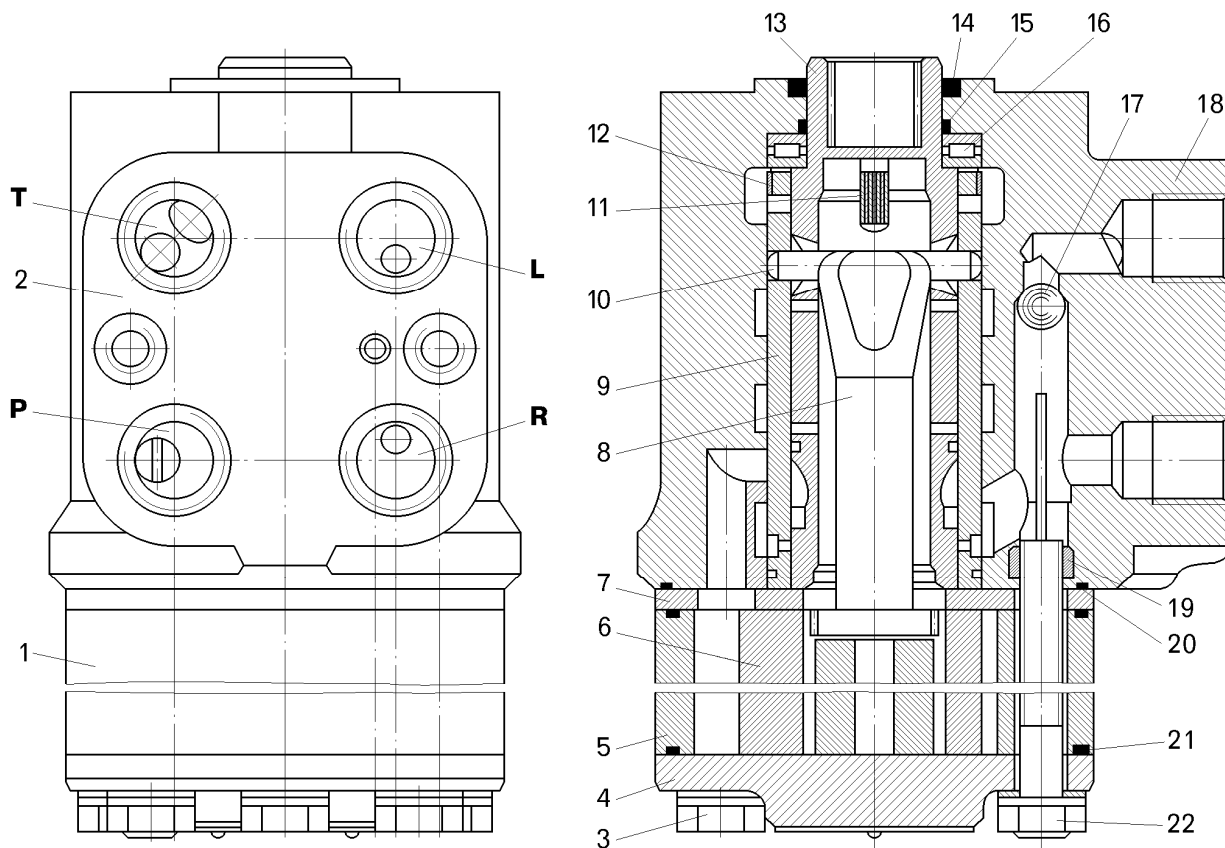

Figure 9.6 - Unité de dosage:
- dévisser les boulons 3 (figure 9.6) et le boulon spécial 22 avec la tête fraisée;